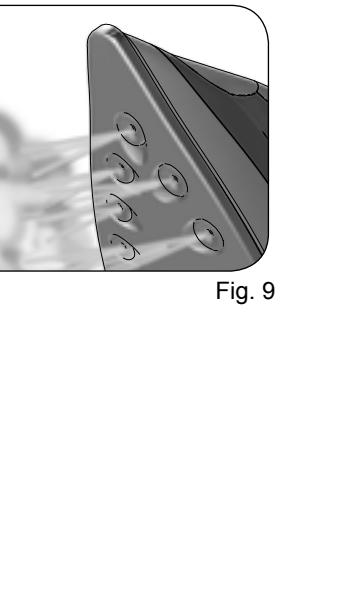

Fig. 9
Premere l'interruttore di accensione ferro/caldaia (L) Fig. 6. Posizionare la manopola di regolazione della temperatura (H) alla temperatura desiderata. Al primo utilizzo, dopo il riempimento del serbatoio, è necessario regolare la manopola di regolazione della temperatura (H) oltre il simbolo (•••) e premere il pulsante erogazione vapore (G) Fig. 7 finché il ferro non emette vapore (circa un minuto) Fig. 9. Ora il ferro è pronto per l'uso.